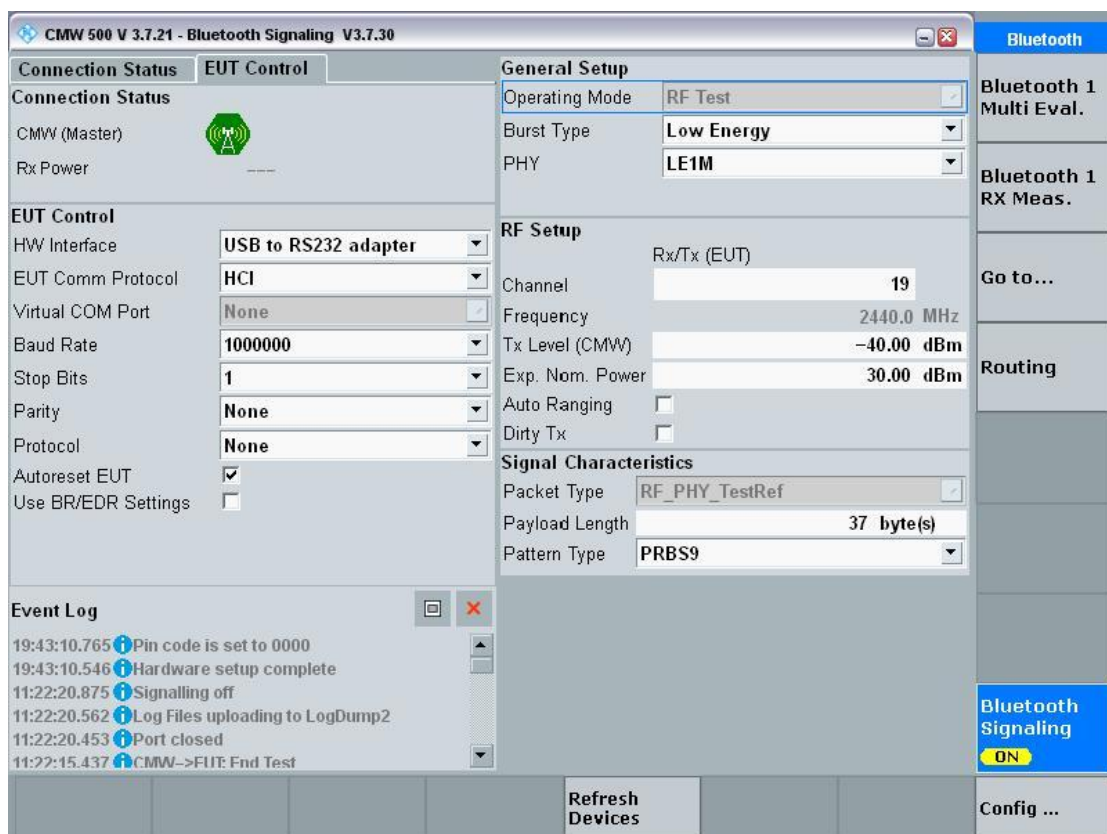

图 3-4
- 此时点击【**Bluetooth signaling**】再点击按键区的【**ON/OFF**】打开测试，如图 3-4，仪器基本设置完成。